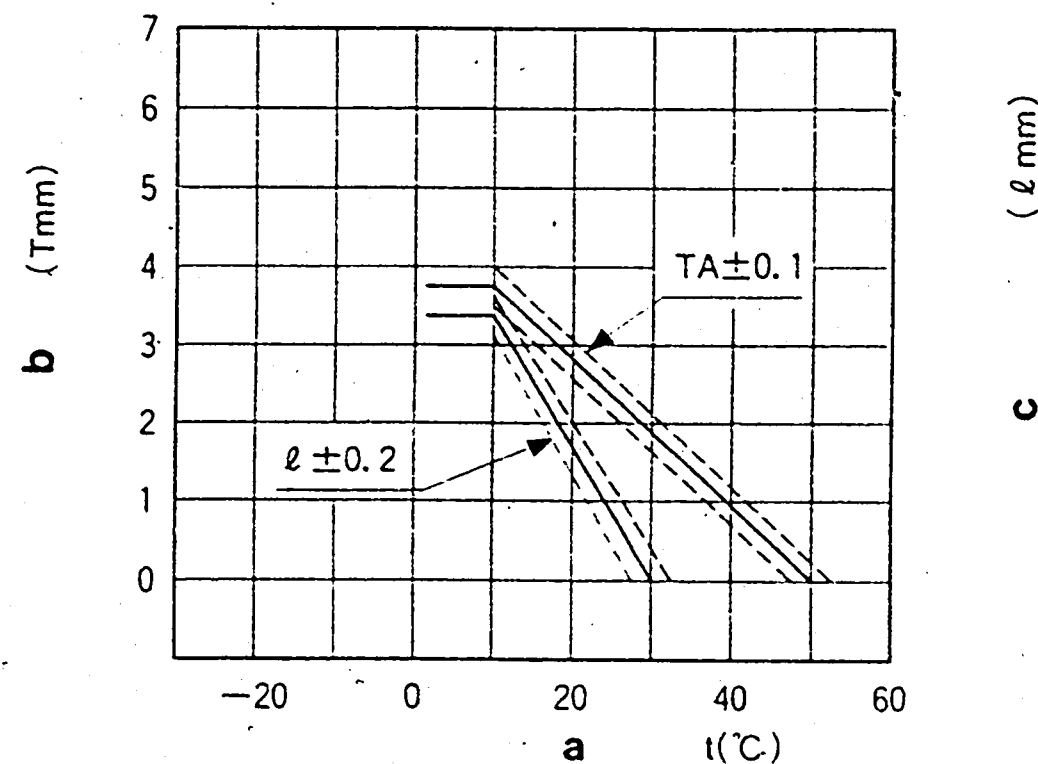

Bild 29
- 1) Dem Diagramm (Abb. 29) den Verstellerweg entsprechend der Lufttemperatur bei der Einstellung entnehmen.
- 2) Verstellerweg-Einstellschraube so einstellen, daß der Verstellerweg dem in Abb. 29 ermittelten Wert entspricht.
- 1) Parallelendmaß von l mm Stärke in den Spalt zwischen dem Verstellhebel (4) und der Leerlaufanschlagschraube (5) einführen.
- 2) Aus Abb.29 die Breite des Spalts zwischen der Leerlaufanschlagschraube (5) und dem Verstellhebel (4) für die Umgebungstemperatur zum Zeitpunkt der Einstellung entnehmen.